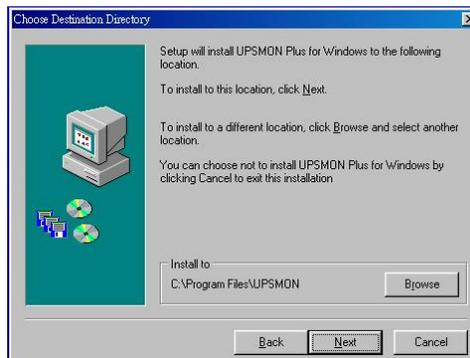

Fig 5.4
- Wählen Sie einen Ort für die Installation des Programms. Bitte lesen und befolgen Sie die Anweisungen im Fenster und klicken Sie auf Weiter. (siehe Abb. 5.4)